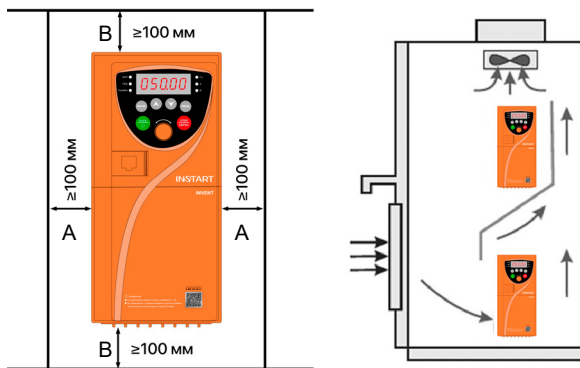

Рисунок 3.1 – Схема установки ПЧ серии INVENT
- Преобразователь частоты может быть установлен только в вертикальном положении. Если в одном шкафу необходимо установить несколько ПЧ, то установку производить горизонтально в ряд. В случаях, если необходимо установить ПЧ друг над другом, требуется установить изолирующий разветвитель под углом 45 градусов, который будет полностью перекрывать зону выброса нагретого воздуха с нижестоящего ПЧ (рисунок 3.1).